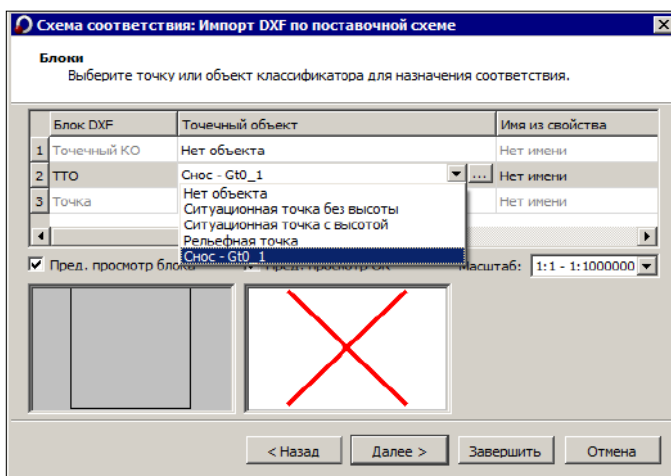

Рис. 13.5
- Для блоков (рис. 13.5) – в виде ситуационной точки (без высоты или с высотой) или рельефной точки, или точечного объекта классификатора. Если соответствие не назначается, то блоки передаются в виде отдельных графических масок, текстов, регионов.